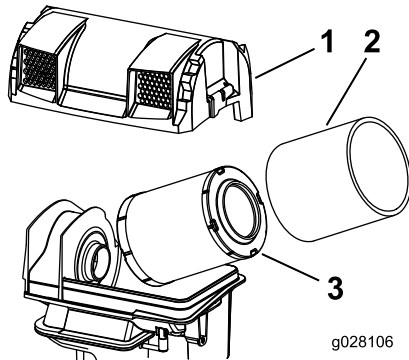

Figure 58
3. Sortez les éléments en mousse et en papier (Figure 58).
4. Sortez l'élément en mousse de l'élément en papier (Figure 58).
2. Posez les éléments filtrants sur la base du filtre à air (Figure 58).